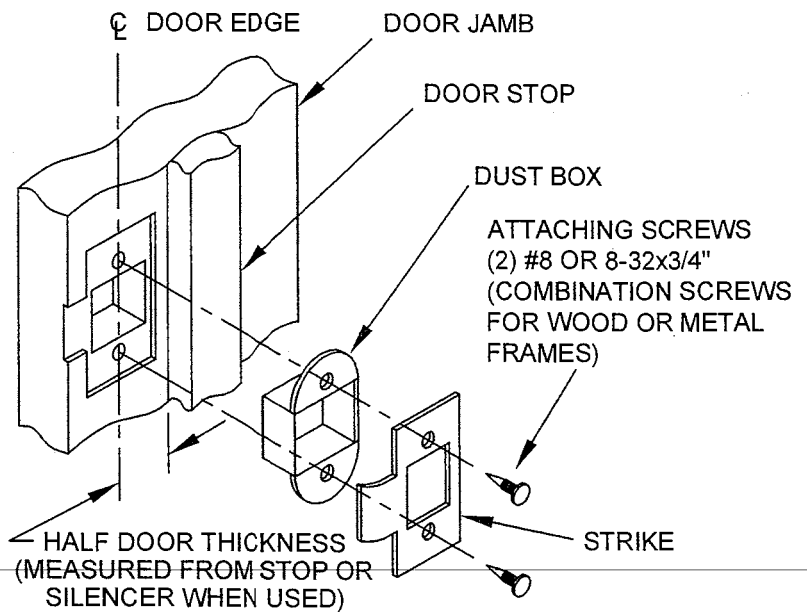

FIGURE 3
- C. TO DETERMINE LOCATION OF VERTICAL CENTERLINE OF STRIKE, TAKE HALF OF THE DOOR THICKNESS (MEASURED FROM DOOR STOP OR SILENCER IF USED). USING STRIKE AS A TEMPLATE, MARK OUTLINE. ALSO MARK LOCATION OF TWO (2) ATTACHING SCREWS. (SEE FIGURE 3).
- D. DRILL PILOT HOLES FOR STRIKE SCREWS IN DOOR JAMB. MORTISE JAMB 3/32" DEEP FOR STRIKE. MORTISE JAMB TO RECEIVE STRIKE BOX. (SEE FIGURE 3).